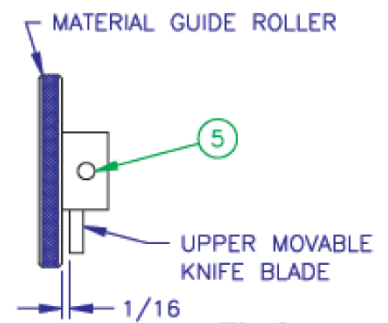

Fig. 3
e) El rodillo guía de material debe ajustarse a lo largo del eje impulsor para dejar un espacio de 1/16" entre el rodillo y la hoja de la cuchilla móvil superior. Esto se logra aflojando los tornillos de fijación (5) (Fig. 3) en el rodillo guía de material y moviendo el rodillo a lo largo del eje hasta alcanzar el espacio libre deseado de 1/16". Apriete los tornillos de fijación. No apretar demasiado, el rodillo es de plástico.